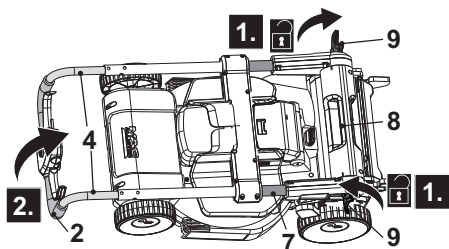

Fig. 1
1. Dépliez et dévissez les leviers de verrouillage (9) dans le sens anti-horaire sur les deux côtés de la barre de guidon inférieure (7), mais ne les retirez pas (Fig. 1, étape 1).
2. Tenez le guidon (2) avec une main et dépliez l'assemblage du guidon (Fig. 1, étape 2). Assurez-vous que le câble d'interconnexion (19) court sur la partie supérieure de la barre de guidon supérieure (4) et de la barre de guidon inférieure (7).